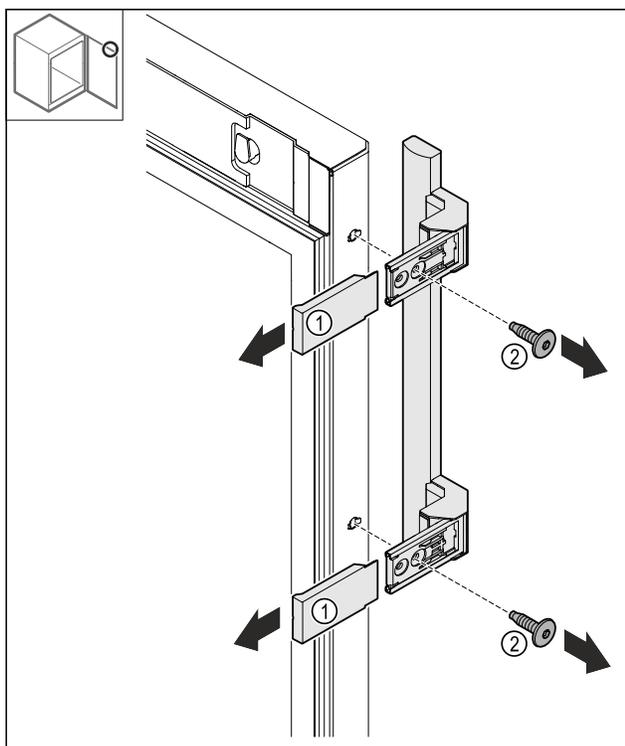

Fig. 24
- ▶ Retirer les caches Fig. 24 (1).
- ▶ Desserrer les vis Fig. 24 (2).